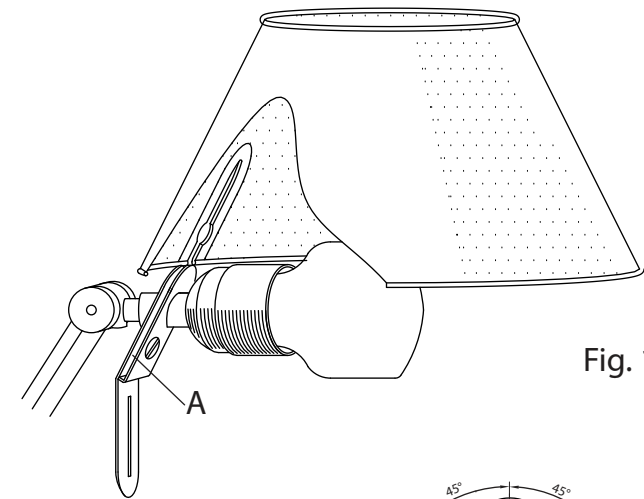
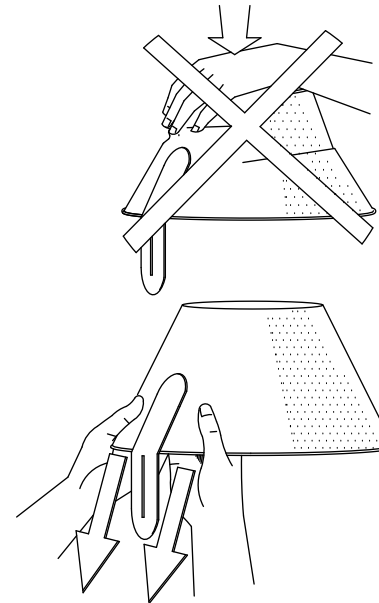

Fig. 1
Fig. 2
2. En la fig. 1,2 y 4 podemos ver los posibles movimientos de la luminaria petite en varias de sus versiones.
2. Auf den Abb. 1,2 und 4 sind die Bewegungsmöglichkeiten des Beleuchtungskörperarms in seinen beiden Stehausführungen zu sehen.
1. Introducir la pantalla por la ranura A del asa (fig. 1). ¡CUIDADO! No empujar de la pantalla por la parte superior, sino tirar de ella desde abajo. Igual que en la fig. 2.
1. Insert shade through the A slot of the handle (fig. 1) WARNING! Do not push shade by its upper side. Shade must be pulled by its bottom part as shown in fig. 2 in order not to damage it.
2. Once shade has been completely introduced as far as the limit, turn a quarter B screw fig. 2, shade is fixed.
1. Den Schirm durch die Nut A des Griffs einführen (Abb.1). VORSICHT! Schirm nicht von oben schieben, sondern von unten ziehen. Ebenso wie in Abb. 2.
2. Sobald der Schirm am Griff zum Anschlag gekommen ist und nicht weiter verschoben werden kann, Teil B (Abb. 2) eine Vierteldrehung drehen. Jetzt sitzt der Schirm fest.
1. Soltar el tornillo C y la chapa b del vástago A (fig. 1).
2. Soltar los 2 casquillos E y sacar el disco D (fig. 2).
1. Soltar el tornillo C y la chapa B del vástago A (fig. 1).
1. Loosen C screw and remove B piece from A shaft that is situated in the end part of bracket (fig. 1).
2. Loosen E nuts and remove D piece (fig. 2).
1. Die Schraube C und den Anschlag B des am unteren Ende des Beleuchtungskörperarms befindlichen Schafts A lösen (Abb. 1).
2. Die 2 Buchsen E entfernen und die Scheibe D herausnehmen (Abb. 2).